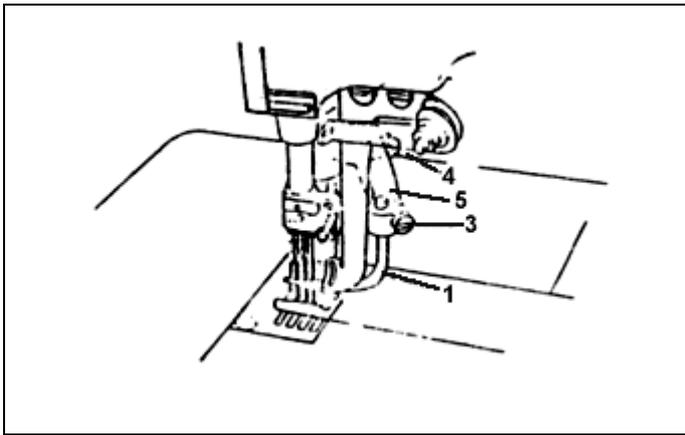

Fig. 40
Para ajustar, afrouxe o parafuso (4) e mova o lançador (1) para frente ou para trás, enquanto gira a alavanca do lançador (5), após terminar a regulagem, aperte novamente o parafuso (4) (fig. 40).